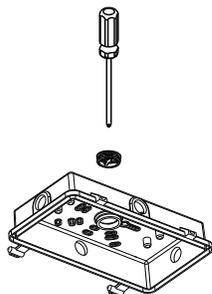

Figure 2-2
2. Loosen the 3/4 plug on the driver box cover using a flat screwdriver. Fig. 2-2
2. Desserrez la fiche 3/4 du couvercle du boîtier du pilote à l'aide d'un tournevis plat. Fig. 2-2